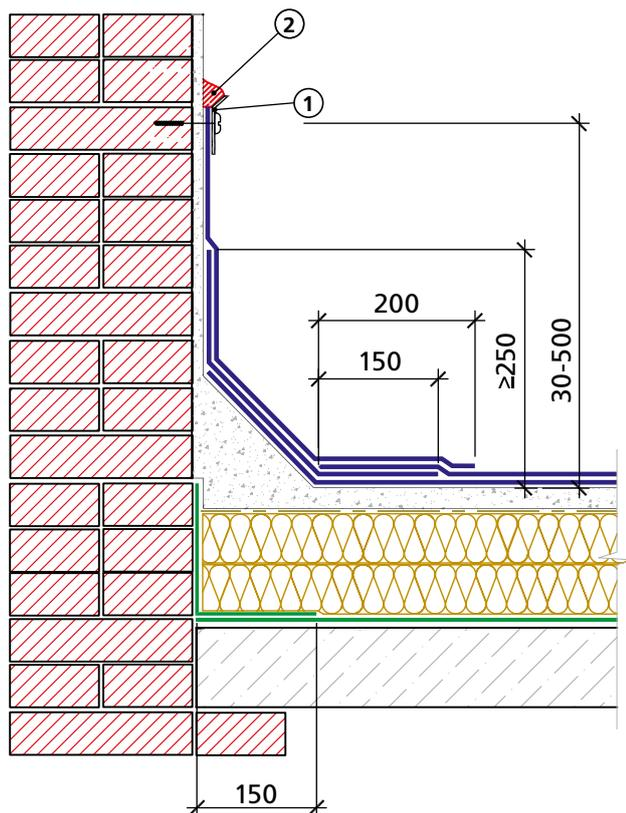

Рис. 4.17. Примыкание кровельного ковра к вертикальной поверхности:
**4.9.1.** Основной кровельный ковер в местах примыкания к вертикальным поверхностям должен заводиться на вертикальную часть выше переходного бортика. В местах примыкания к вертикальным поверхностям наклеиваются два дополнительных слоя кровельного ковра с основой из стеклоткани или полиэстера с заведением до проектной отметки на вертикальную поверхность (см. рис. 4.17).